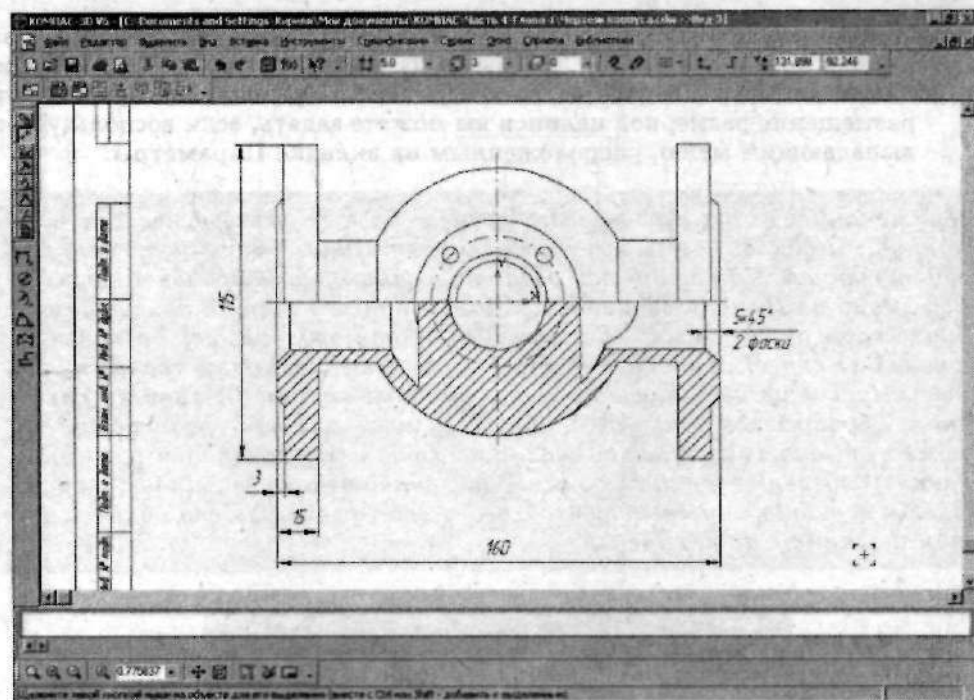

Рис. 4.61. Нанесите линейные размеры
10. С использованием инструмента  (Линейный размер) нанесите линейные размеры согласно рис. 4.61.